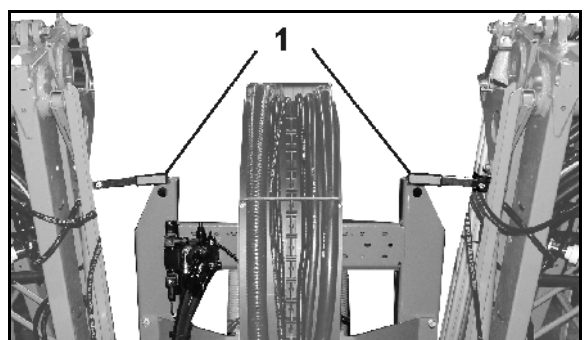

Fig. 11
- Fig. 11/...
- (1) Comprobación visual del bloqueo de la barra de pulverización **Super-S**